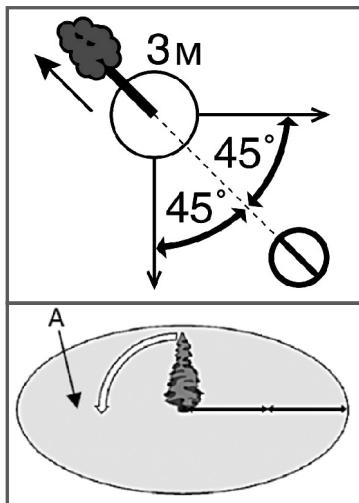

Рис. 10 Зона безопасности при валке дерева
4. Обязательно выберите путь отхода. Путь отхода должен быть направлен по диагонали в сторону, противоположную направлению падения, под углом 45 градусов, необходимо отойти минимум на 3 метра от ствола, на тот случай, если во время падения комель дерева отскочит в сторону. Зона безопасности (A) должна быть не менее 2½ высоты дерева (Рис. 10). Выберите направления падения дерева, для этого следует учесть силу и направление ветра, естественный наклон дерева, равномерность расположения веток в кроне дерева.